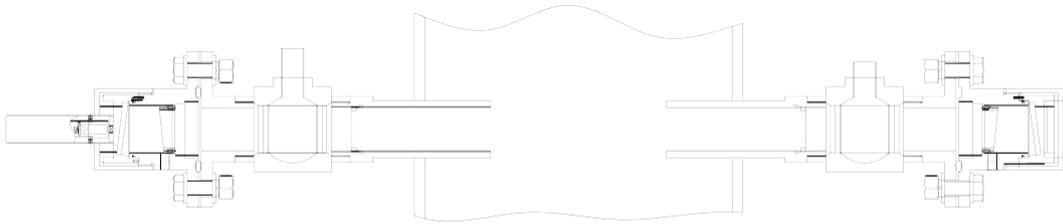

图 5.4 用激光笔调节仪器法兰示意图
- 1) 旋转光路调节的激光发射装置，使激光发射装置开关朝上，然后用锁箍把光路调节工装固定在仪器法兰上。打开光路调节工装，观察另一侧光斑是否在光路调节工装的光靶中央，如果不是，则调节光路调节工装端仪器法兰的 4 颗 M16 螺栓，把光束调至光靶分划板的中央，见图 5.4；